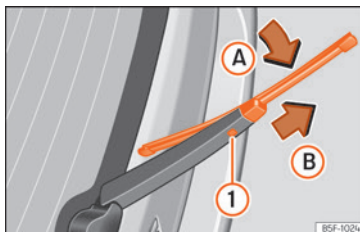

Fig. 40 Af- og påmontering af viskerblad til bagrude
- Drej viskerbladet lidt »» **Fig. 40** (pil A).
- Hold udløserknappen ① nede, og træk samtidig viskerbladet af i pilens retning B.
- Skub et nyt viskerblad til bagruden **med samme længde og af samme type** på viskerarmen modsat pilens retning B, indtil mekanismen ① går i hak.